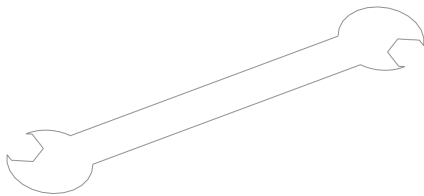

图 5-1 打开素材模型
(1) 单击常用工具栏中的【打开】按钮，打开一幅素材模型，如图 5-1 所示。